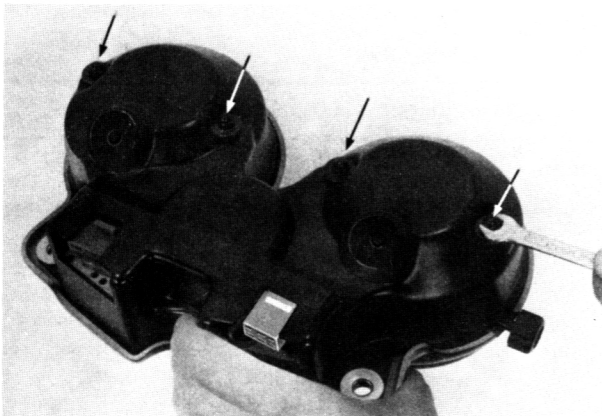

Bild 173
- Die untere Instrumentengehäusehälfte nach Entfernen der vier Schrauben abnehmen (Bild 173). Die Instrumente nicht zu lange umgedreht lassen.